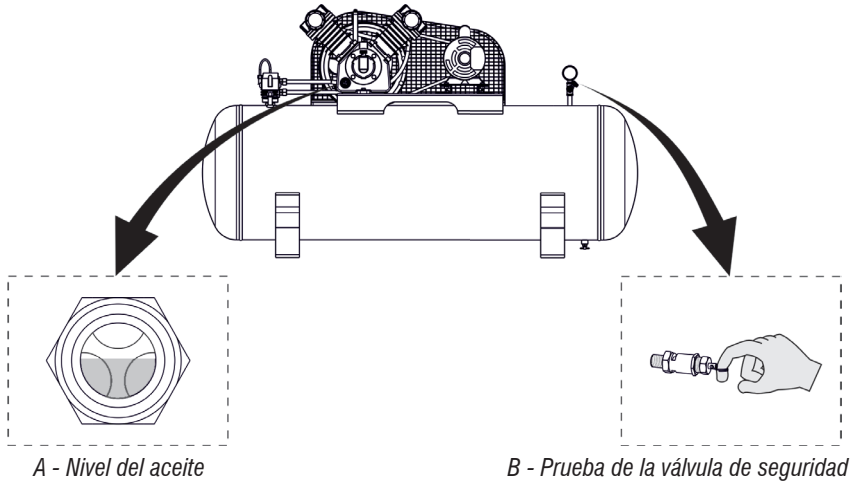

Fig. 7 – Procedimiento de partida
1. Verifique el nivel de aceite, que deberá estar en el centro del visor de nivel (Fig. 7 - A).
6. Verifique el funcionamiento de la válvula de seguridad (Fig. 7 - B).